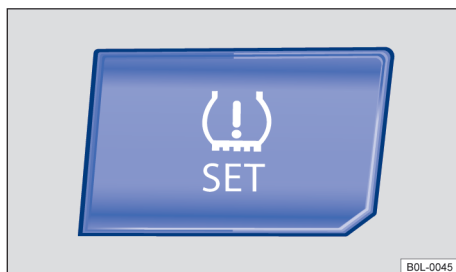

图 136 中控台：胎压监测按钮
- 当所有 4 个轮胎压力都符合要求的数值时，按住中控台上部的  按钮 → 图 136，直到系统发出一个确认音为止。